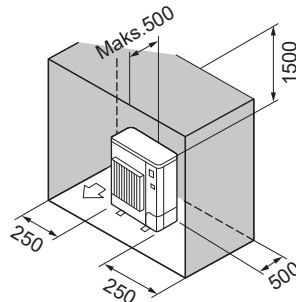

Fig. 2-12
(6) Hindringer kun bak, på sidene og over (Fig. 2-12)